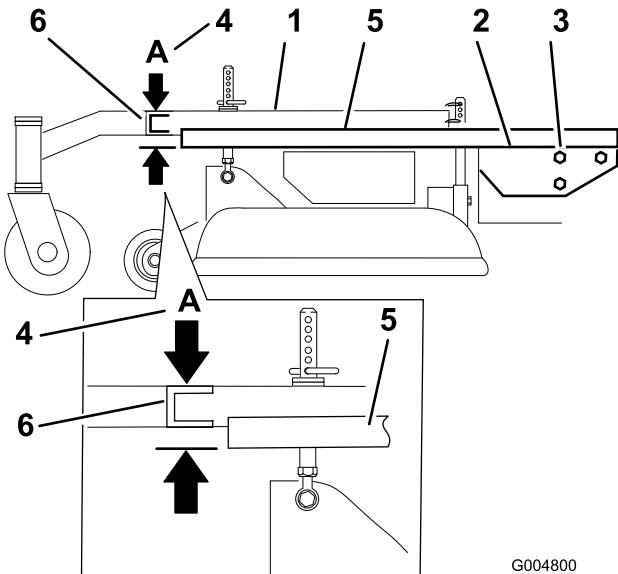

Figure 60
3. Placez une longue planche, ou autre objet similaire parfaitement droit en haut du plancher moteur, comme illustré à la Figure 60.
4. Au niveau du tube transversal du bâti porteur, mesurez la hauteur au point A (Figure 60). Elle doit être égale à 33 mm (1-5/16 po) \pm 6 mm (1/4 po).
6. Desserrez les boulons de montage du bâti porteur de chaque côté de la machine (Figure 60).
7. Alignez le bâti porteur et le plancher moteur à la même hauteur qu'au point **A**, c.-à-d. 33 mm (1-5/16 po) \pm 6 mm (1/4 po) (Figure 60).